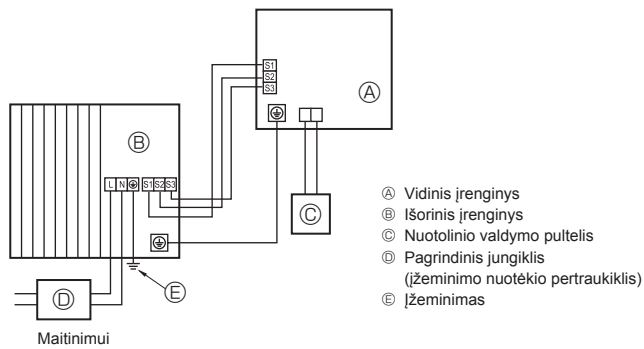
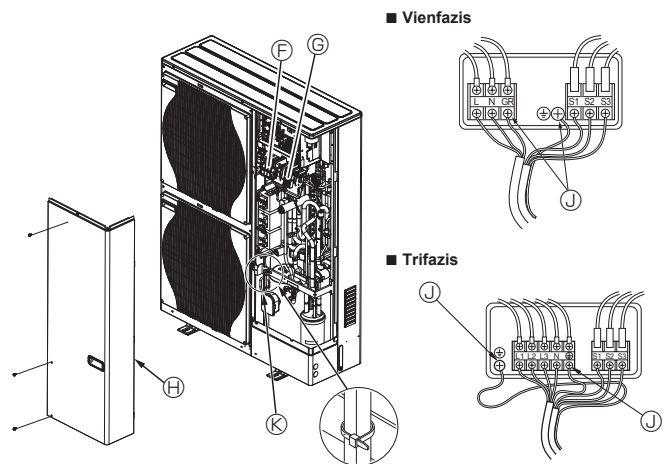

Fig. 5-1
Fig. 5-2
5.1. Išorinis įrenginys (Fig. 5-1, Fig. 5-2)
- ① Nuimkite techninės priežiūros skydelį.
- ② Prijunkite laidus pagal Fig. 5-1 ir Fig. 5-2.